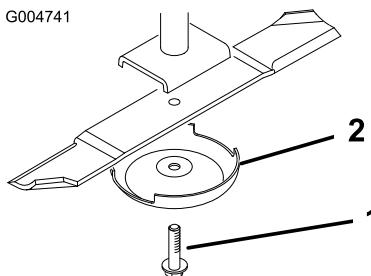

Bild 109
3. Entfernen Sie die Messerschraube, die Antiskalpierkuppe und das Messer von der Spindelwelle (Bild 109).